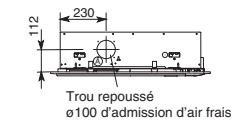

Fig. 3-5
- (5) Si le système nécessite que de l'air frais soit admis dans l'unité, découper et enlever l'isolant (à l'extérieur et à l'intérieur) à l'endroit indiqué sur (A) dans la Fig. 3-5.